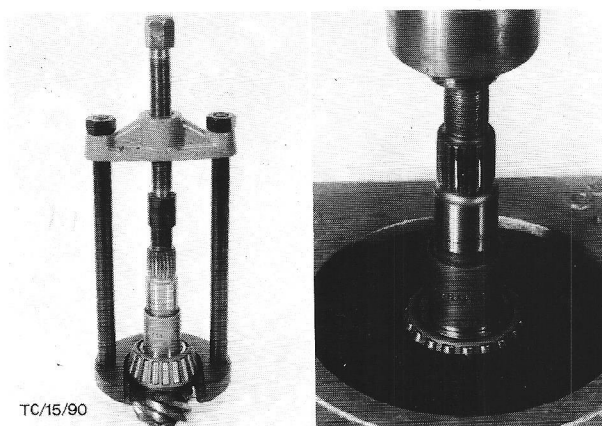

Fig.25 Conisch rollager verwijderen.
5. Verwijder het grote conische rollager van de pignonas met trekker G3-4621-A en het hulpstuk van trekker G2-4621-A1 of de tapse grondplaat 370 met hulpstuk P-4090-12-A (fig.25).